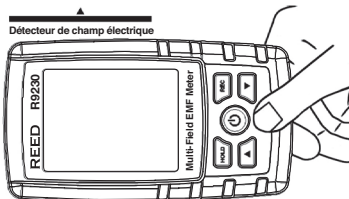

Fig.1
2. Effectuez tous les tests selon la direction indiquée du capteur de champ électrique. (Fig. 1).